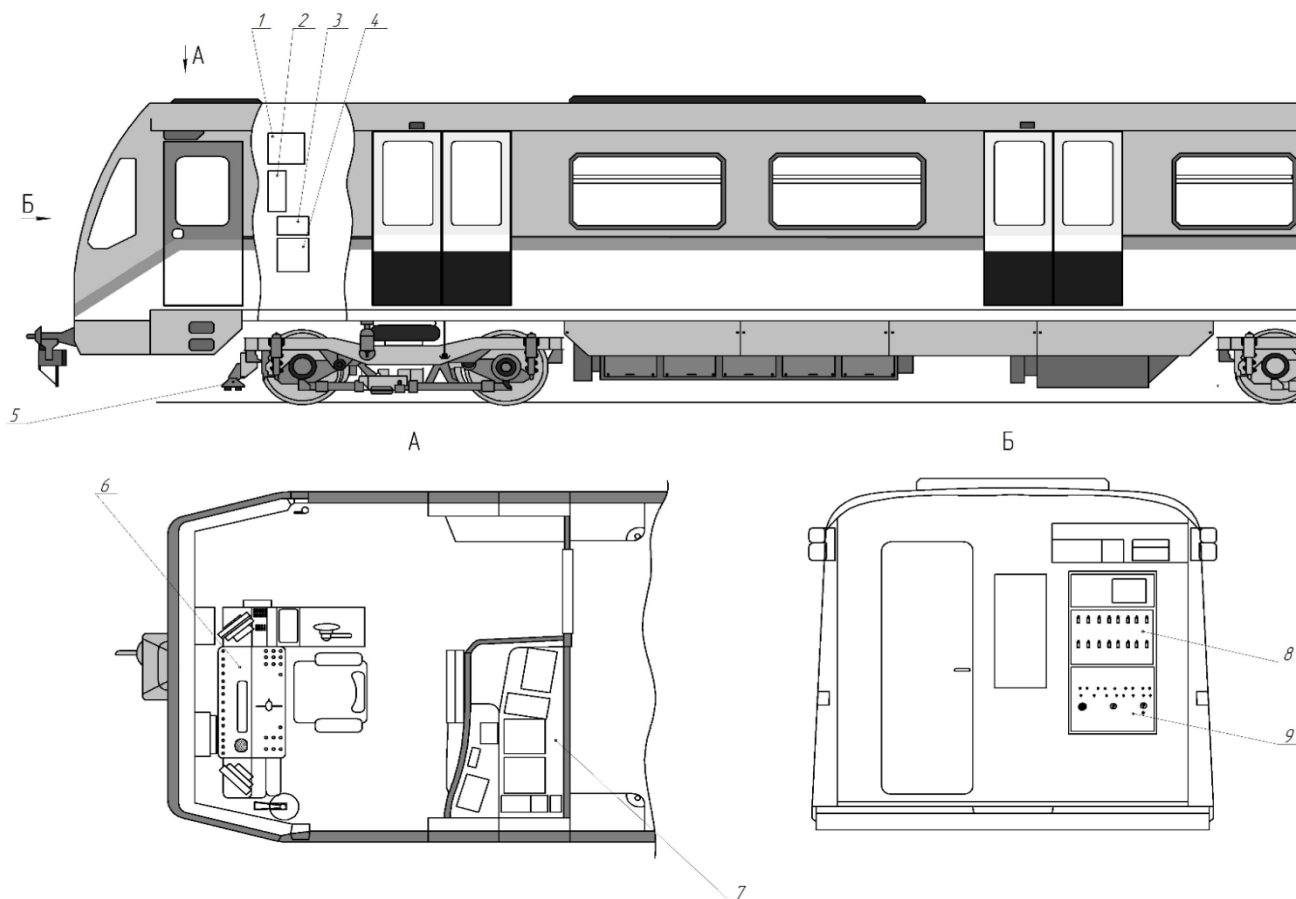

Рисунок 13.1 – Схема размещения оборудования системы «Движение»
Пульт управления (6) расположен в кабине машиниста (Рисунок 13.1), а оборудование установлено в аппаратном отсеке головного вагона 81-553.3 за спиной машиниста. Также за спиной машиниста расположены панель поездной защиты (ППЗ) (8) и вспомогательный пульт управления (ВПУ) (9).